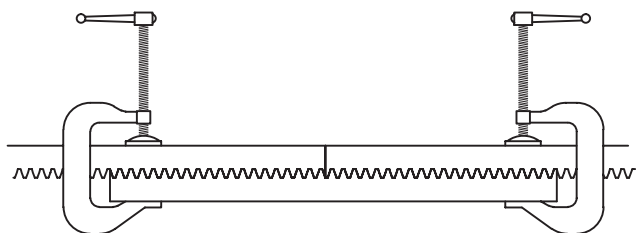

FIG. 1
- Para efectuar la alineación y el paso correctos entre las dos partes de cremallera, conviene utilizar un elemento de empalme durante la fijación como se indica en la fig. 1.
- Para um alinhamento e passo correto entre duas peças de cremalheira, é recomendado o uso de um elemento de ligação na fase de fixação, conforme indicado na fig. 1.
- Se i finecorsa sono di tipo meccanico: R = DESTRO; L = SINISTRO (fig. 1).